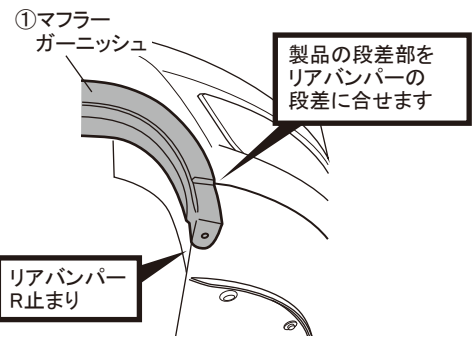

図9 両面テープ離型紙をめくる
13. 図9を参照し、①マフラーガーニッシュ裏側の両面テープ離型紙の一部を剥がします。